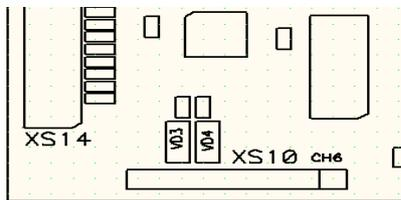

Рис. 4 Вид платы со стороны светодиодов
Управление основными режимами работы усилителя, а также их индикация осуществляется микроконтроллером U15. Расположенный на плате светодиод VD3 загорается красным цветом в режиме «вход SPDIF», светодиод VD4 – при выключении усилителя внешней кнопкой выключения «On/Off» (см. рис. 4). По умолчанию, при первой подаче напряжения питания усилитель автоматически включается в режиме «аналоговый вход», при этом уровень усиления выставляется номинальным – 0Дб. Для полноценной работы усилителя предусмотрено подключение внешних органов управления/индикации, например готового модуля BM2072.
- «On/Off» - при кратковременном нажатии на кнопку «On/Off» усилитель переходит в спящий режим с пониженным энергопотреблением, при этом загорается как внешний, так и расположенный на плате светодиод VD4 (см. рис.4). При повторном нажатии усилитель переходит в рабочий режим (загораются светодиоды уровня громкости, активируются другие кнопки...)